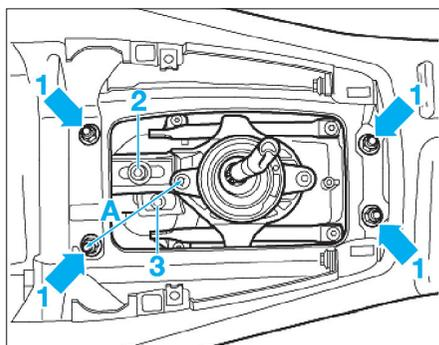

Fig. 8
- Déposer les écrous (1) de fixation du levier (Fig.8).
- Mesurer la cote (A). Elle doit être de 85 mm (Fig.8).
- desserrer la vis (2) de la tringle de poussée,